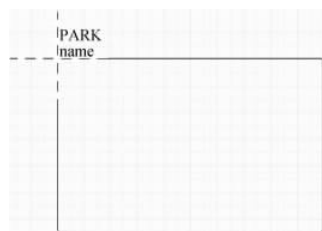

图 1-20 带虚线轮廓矩形的鼠标指针
① 从上向下设计时,各子原理图虽然由方块电路产生,但是主原理图必须由设计者创建。在此创建一个名为“烙铁温度数码控制器原理图(层次).SchDoc”原理图文件,作为层次性原理图的主原理图。
② 绘制方块电路符号。主原理图创建后,在主原理图的工作区,放置代表各个子原理图的方块电路。
a. 单击配线工具栏上的“放置图纸符号”按钮,鼠标指针变为十字形状,并带出一个虚线轮廓的矩形,如图 1-20 所示。